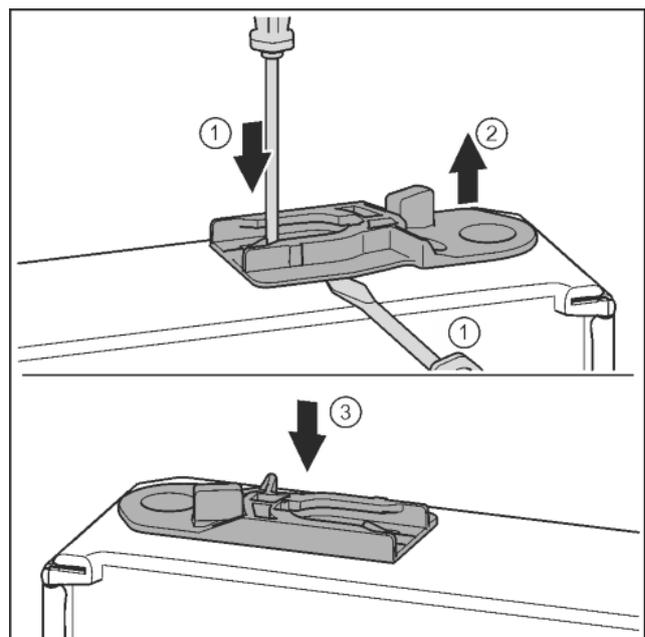

Fig. 32
- ▶ Sortir la douille de guidage : Pousser la languette avec un tournevis plat et la faire passer simultanément sous la douille de guidage avec un tournevis plat. *Fig. 32 (1, 2)*
- ▶ Pousser la douille de guidage fournie à la livraison de l'autre côté du logement. *Fig. 32 (3)*